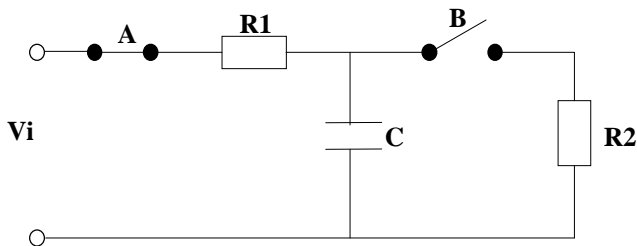
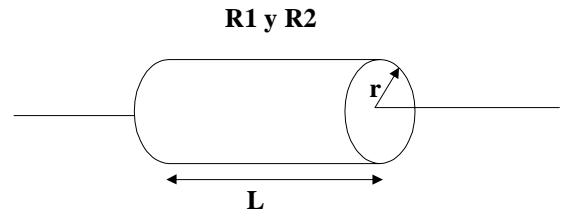

Figura 1
Figura 2
En el circuito de la figura 1 se aplica a la entrada una tensión  $V_i = 20 \text{ V}$ . y originalmente el interruptor A está cerrado y el interruptor B está abierto. Los resistores R1 y R2 tienen las mismas dimensiones (figura 2) pero están fabricados con diferentes materiales.
Circuito figura 1  $\Rightarrow V_i = 20 \text{ V}$ .     $C = 20 \text{ mF}$
c) Si el interruptor A se abre 1 segundo después de aplicar la tensión  $V_i$  al circuito de la figura 1, y en ese mismo instante se cierra el interruptor B, calcular la tensión en el condensador 5 segundos después de aplicar la tensión  $V_i$  al circuito (el condensador está inicialmente descargado).
Existen dos periodos de tiempo, cada uno de ellos con una situación distinta, en el circuito de la figura 1: